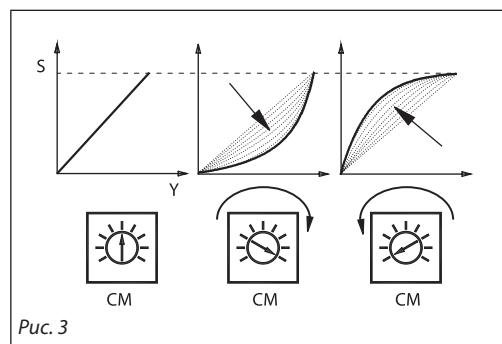

Рис. 3
**LIN/MDF — функция изменения характеристики регулирования (рис. 3)**